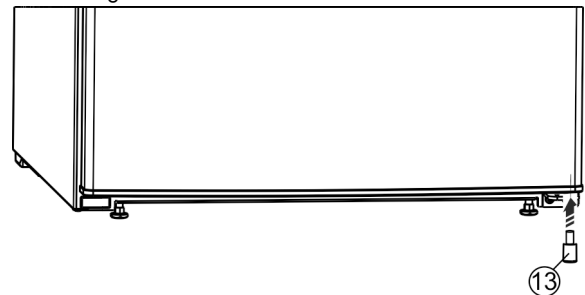

Fig. 24 *
- De afstandhouder *Fig. 24 (13)* weer rechtsonder in de deur terugplaatsen, omdat dit belangrijk is voor de stabiliteit van het apparaat.*